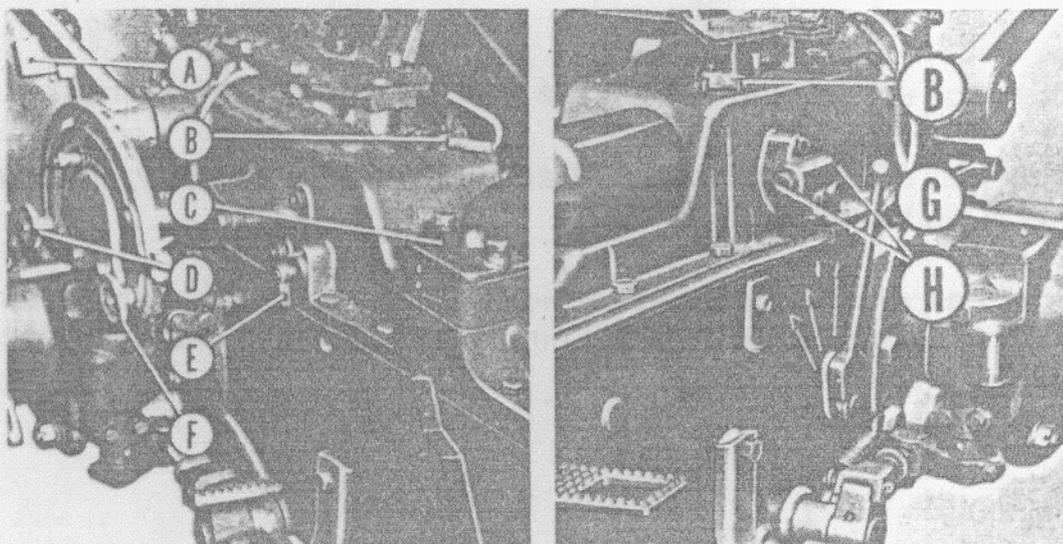

Fig. 9
MANETTE DE CONTROLE DU SYSTÈME HYDRAULIQUE (Fig. 9)
- Une petite manette (E, fig. 9) située sur le côté droit du carter de relevage permet le réglage de réponse. Les réactions lentes sont obtenues en vissant la manette et les réactions rapides en dévissant. La course de cette manette est limitée par une butée.
- Une autre manette munie de 2 doigts butées (B, fig. 9) placée à gauche du siège et portant les signes « + » et « — » permet de sélectionner la vitesse de descente, quel que soit le poids de l'instrument.